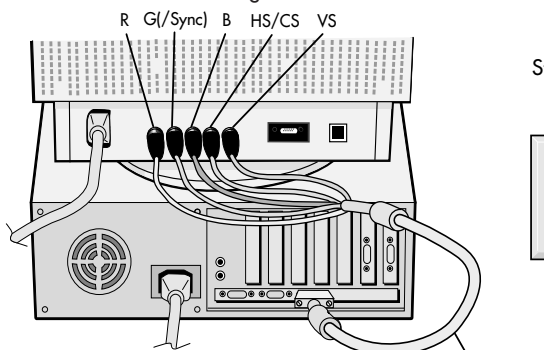

Abbildung C.1
3. Schließen Sie die BNC-Kabel an die entsprechenden Verbindungsstecker an der Rückseite des Monitors an: das rote BNC-Kabel an den mit R beschrifteten Verbindungsstecker am Monitor, das grüne BNC-Kabel an den mit G (/Sync) beschrifteten BNC-Verbindungsstecker und das blaue BNC-Kabel an den mit B beschrifteten Verbindungsstecker. Wenn Sie einen vierten BNC-Verbindungsstecker haben (Composite Sync), wird dieser an den mit HS/CS beschrifteten Verbindungsstecker am Monitor angeschlossen. Wenn Sie einen fünften BNC-Verbindungsstecker haben (Vertical Sync), wird dieser an den mit VS beschrifteten Verbindungsstecker am Monitor angeschlossen (**Abbildung C.1**).